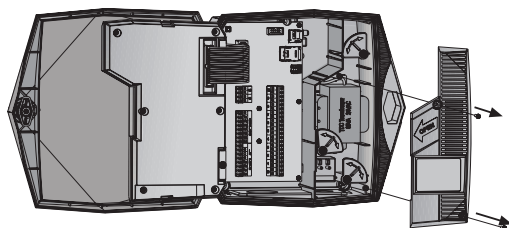
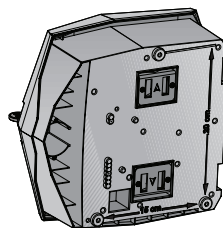
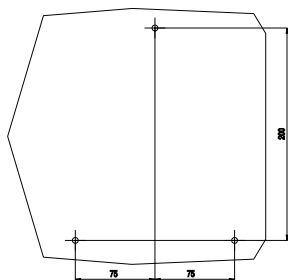

Figura 3: Apertura del estuche interno
Figura 4: Orificios de los tornillos de montaje en la parte posterior de la unidad
Figura 5: Dimensiones de los tornillos de montaje
3. Para el estuche interno del lado derecho, desatornille los dos tornillos y abra el estuche (Figura 3). Monte el controlador en la pared o en el armario de control a través de los orificios marcados (Figura 4 y Figura 5) con los tres tornillos. Ajuste los tornillos solamente con la mano.
3. Para el estuche interno del lado derecho, desatornille los dos tornillos y abra el estuche (Figura 3).